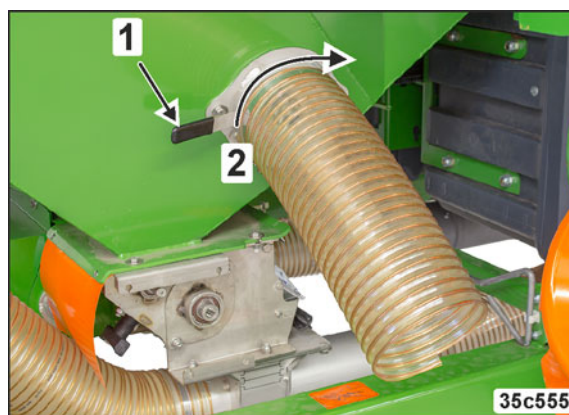

Fig. 262
1. Déverrouiller la trappe (Fig. 262/1) et l'ouvrir (Fig. 262/2). Laisser s'écouler le contenu de la trémie dans l'auget d'étalonnage ou un récipient adapté.